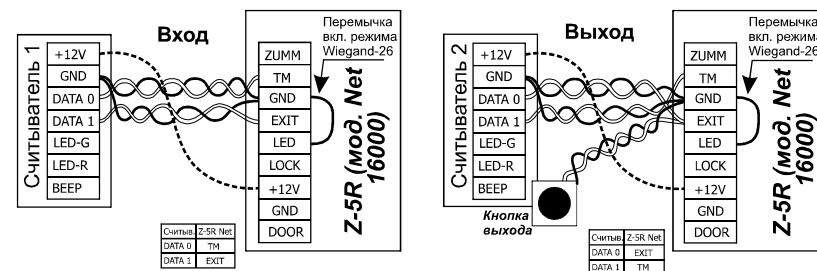

Рис.4 Подключение считывателей к контроллеру по протоколу Wiegand-26
При подключении считывателя по протоколу Wiegand требуется две витых пары. По одному из проводов каждой пары используются для соединения клемм GND считывателя и контроллера. Вторые провода каждой пары соединяют выходы считывателя DATA0 и DATA1 со входами TM и EXIT контроллера (см.рис.4). Какой выход с каким входом нужно соединять определяется тем, где установлен считыватель, на входе или выходе. Кроме того следует установить перемычку между клеммами LED и GND контроллера, чтобы указать, что считыватели подключены по протоколу Wiegand.
- на входе - считыватель Matrix-II (мод. E) (или считыватель CP-Z-1 (мод. E B) при скрытой проводке) (см. рис.4);